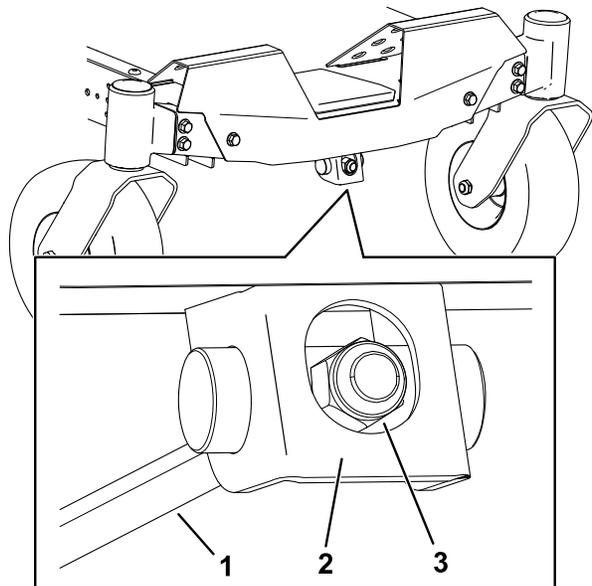

Рисунок 75
1. Поверните регулировочную гайку в передней части газонокосилки (Рисунок 75).